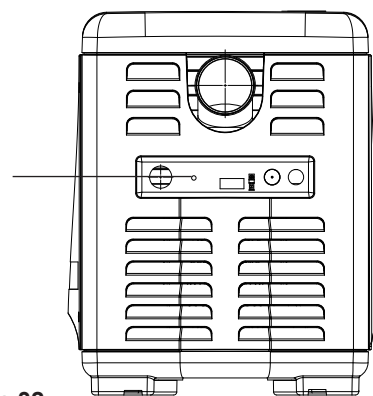

Figura 32.
2. Busque el orificio pequeño en el panel de escape, para el cable RS-485. Use un taladro para avellanar de 1/8 en el panel de escape para hacer un orificio para los cables RS-485. **Ver Figura 32.**